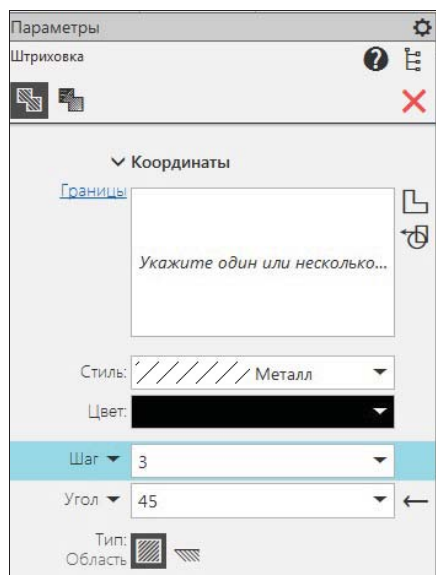

Рис. 7.8. Панель **Параметры: Штриховка**
- ♦ вызовите команду **Штриховка**. На панели **Параметры: Штриховка** (рис. 7.8) настройте параметры штриховки: